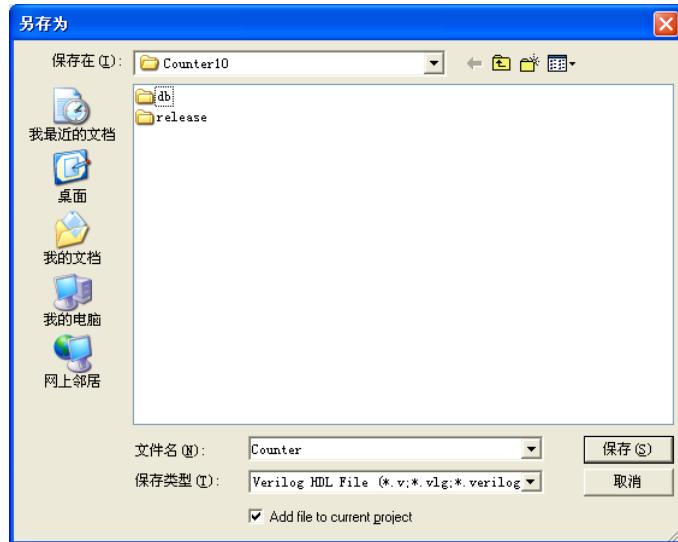

图 3-12 保存设计文件
10. 保存设计。点击菜单项 File->Save、点击图标  或者使用快捷键 Ctrl+S 保存设计，如图 3-12 所示。给设计文件命名 Counter，与模块名相同，注意不是 Counter10，点击保存。